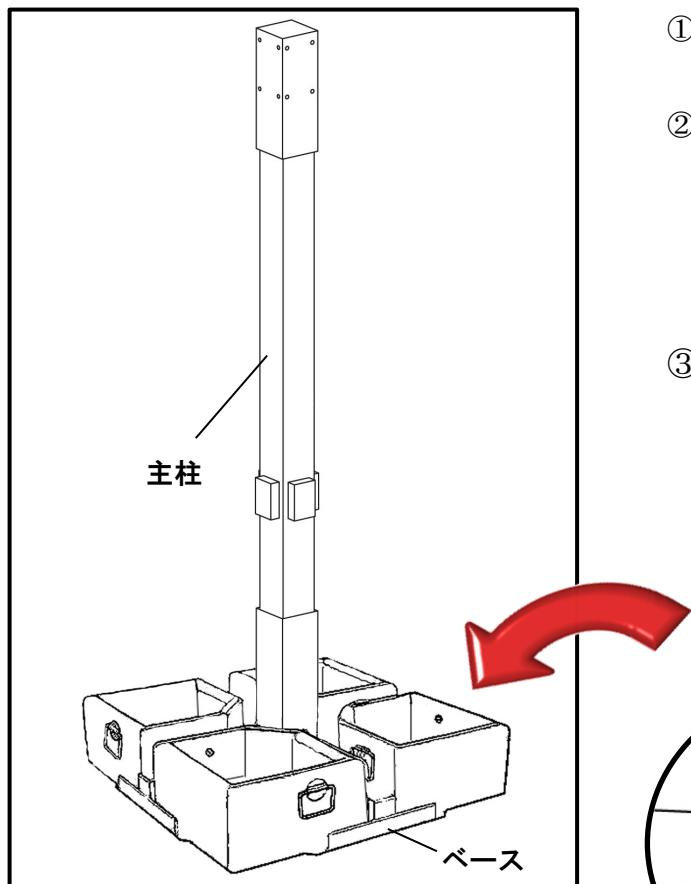

図.2
- ③ 締め終わりましたら、残りの 2 個のポット型ウェイト (E) をベース (B) にのせて下さい。 (図.2)